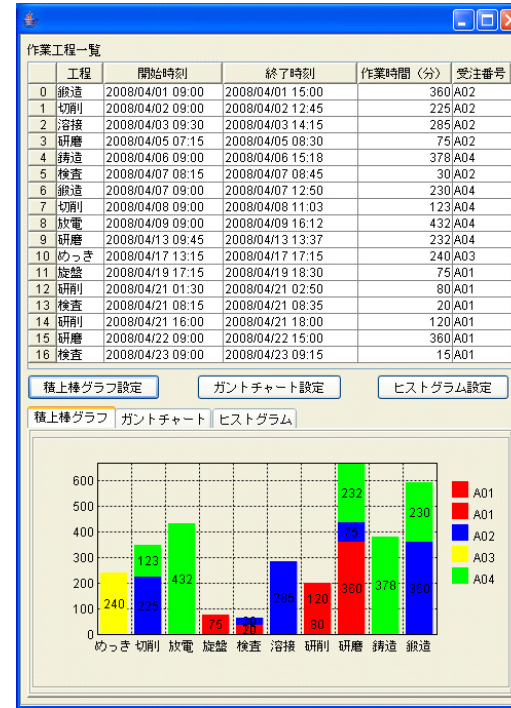
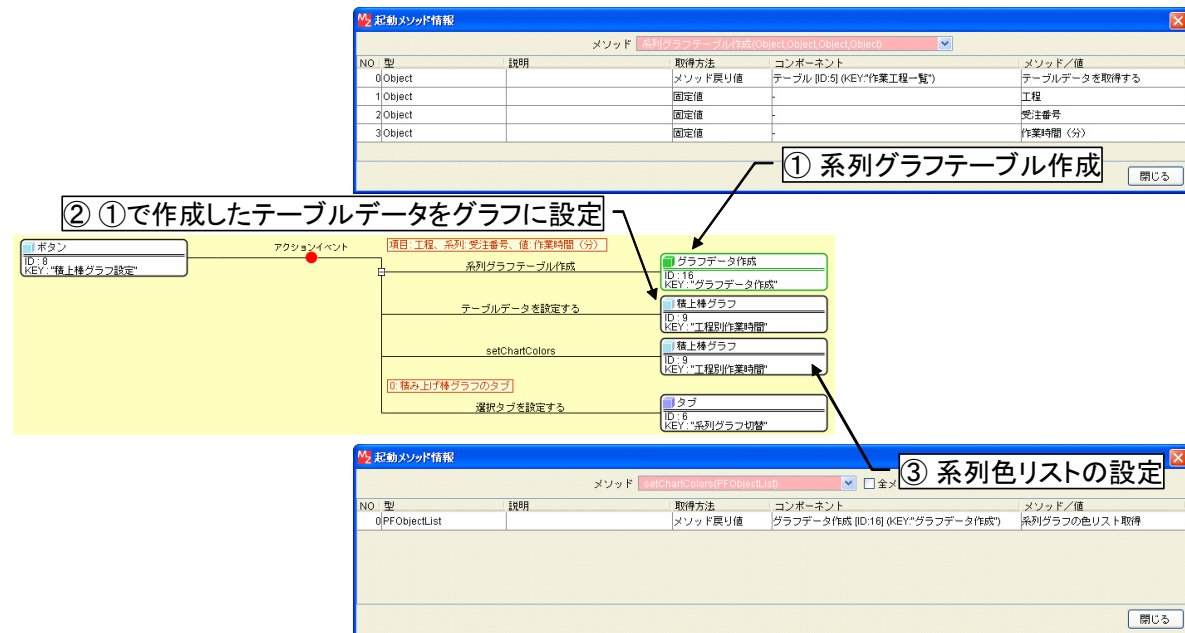

図 2 積上棒グラフの作成
図 3 積上棒グラフ設定部分のコンポーネント接続図
では、この動作がどのように行われているのか、ビルダー上のコンポーネント接続図をたどってみることにしましょう。[積上棒グラフ設定]ボタンをクリックすると、複合コンポーネントの「系列グラフテーブル作成(Object,Object,Object,Object)」メソッドを起動し、積上棒グラフ用のテーブルデータを作成します。第1引数は元となるテーブルデータで、図2で表示されているテーブルのデータです。第2引数が項目軸（横軸）を与える列名で、この場合は「工程」になります。第3引数は、それぞれの項目の内容を何によって色分けするか（系列）を示す列名で、「受注番号」を指定しています。第4引数がグラフに表示される数値データを与える列名であり、「作業時間（分）」となります（図3①）。このようにして作成された系列グラフデータを、[積上棒グラフ]コンポーネントに設定します（図3②）。そして、系列名（受注番号）が同じグラフは同じ色になるように、複合コンポーネントから系列色リストを取得し、それを[積上棒グラフ]コンポーネントに設定します（図3③）。